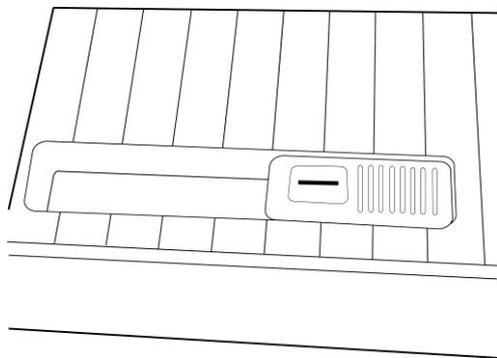

Figura 24
99. Levante el módulo del cabezal de impresión para mostrar la cubierta del sensor de papel. (Figura 24)